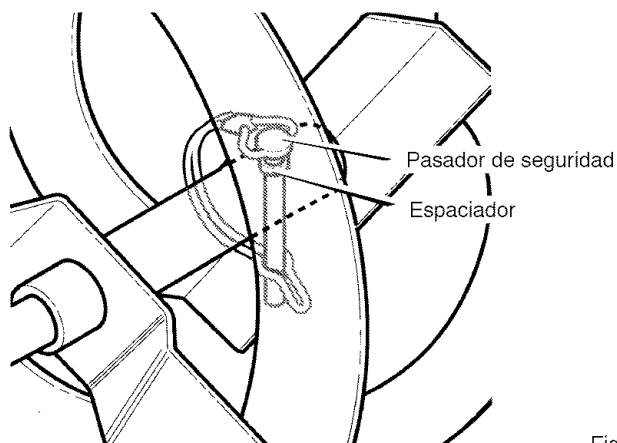

Figura 92
3. Alinee el agujero de la barrena con el agujero del eje de la barrena. Instale el nuevo **pasador de seguridad y espaciador**. Figura 92.